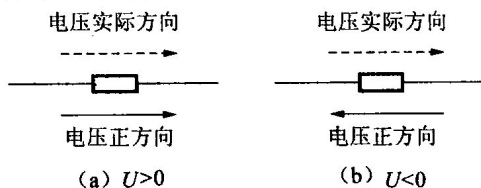

图 1.7 电压的方向
(2) 电压的方向。与前面讨论的电流方向一样, 电压方向也有实际方向与正方向(参考方向)之分。通常规定电路中两点之间电压的实际方向是由高电位点指向低电位点的, 也就是说, 沿着电压的实际方向, 电位是逐渐降低的。电压的正方向可以任意选定, 如图 1.7 所示。